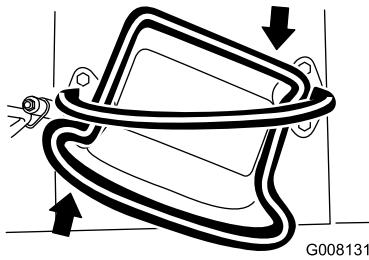

Figura 10
- Para virar para a direita, rode o controlo de tração no sentido dos ponteiros do relógio (Figura 10).